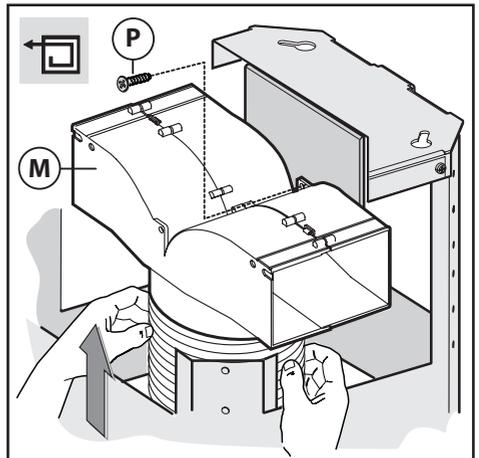
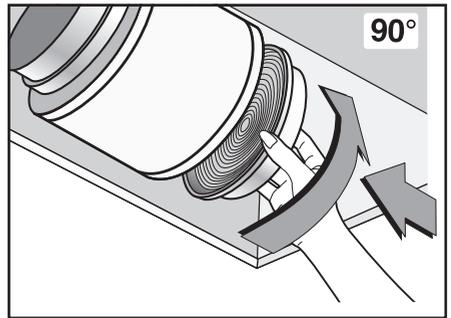

Fig.9
Fig.15
• **Filterrende version:** Forbind det bøjelige rør med ventilationsanordningen **M** og fastgør skruerne **I** som vist i (Fig.9), de aktive kulfiltre skal anbringes i den udsugende del, som sidder inde i emhætten (Fig.15).